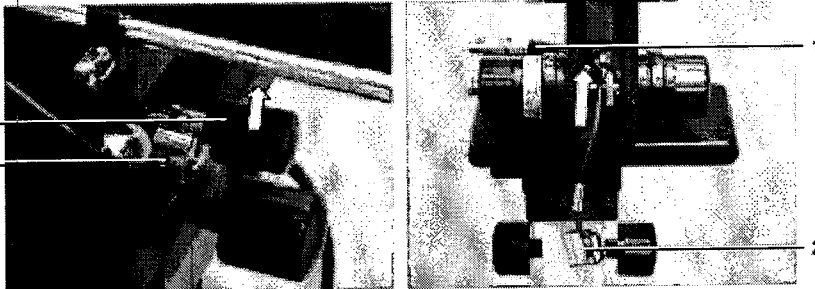

FIG. B-4: PUSH UP (LEFT); INSERT ENCODER (RIGHT)
5. Presione la perilla (Fig. B-4 a la izquierda, el punto 1) hacia arriba, fuera de la fijación (artículo 2).
6. Inclinar la cabeza del stepper (Fig. B-4, derecha), e insertar el conector del codificador (punto 1) a través de la abertura. Coloque el codificador (punto 2).